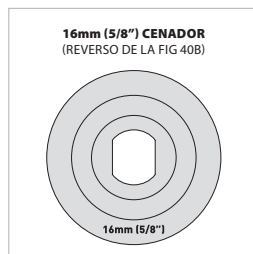

Fig. 40e
- Si "da la vuelta" a la brida interior doble de color plata, podrá montar con seguridad los discos con eje de 16 mm (5/8") disponibles en el mercado norteamericano (**Fig. 40e**).